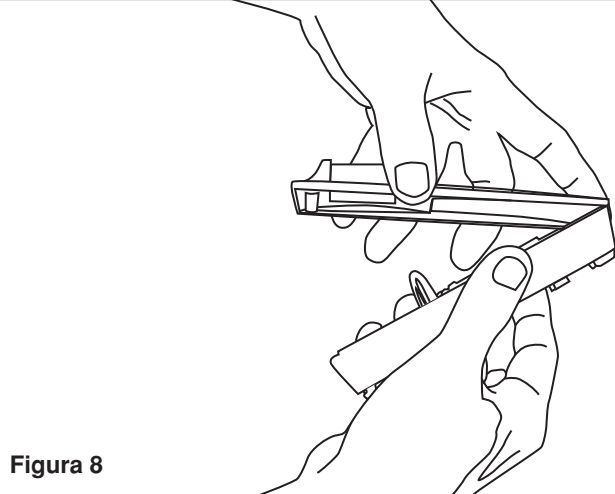

Figura 8
6. Vuelva a colocar el borde superior de la cubierta frontal y ciérrela en el sensor (vea FIGURA 8).